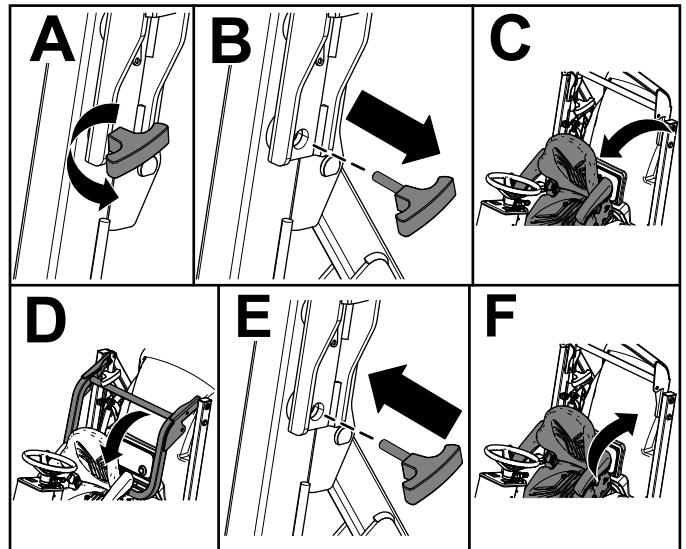

図 15
- 運転席を前に倒す図 15。
- ROPS バーからノブピンを抜き取る図 15。
る図 15。
- 座席を元に戻して固定する図 15。